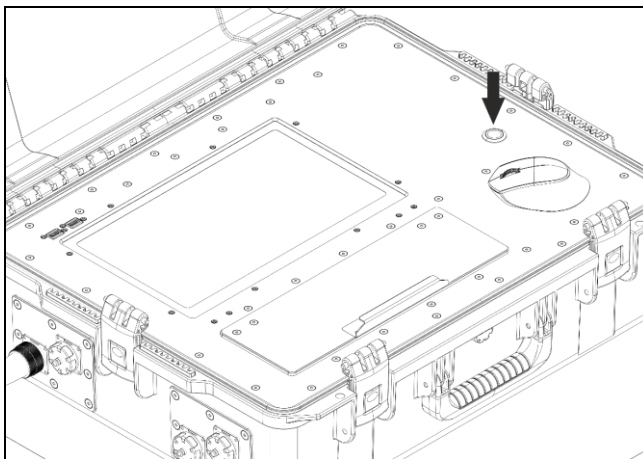

Рисунок 9 – Включение пульта (блока) управления МКВФ-07
7.8 Включите систему однократным нажатием на кнопку включения (рисунок 9).